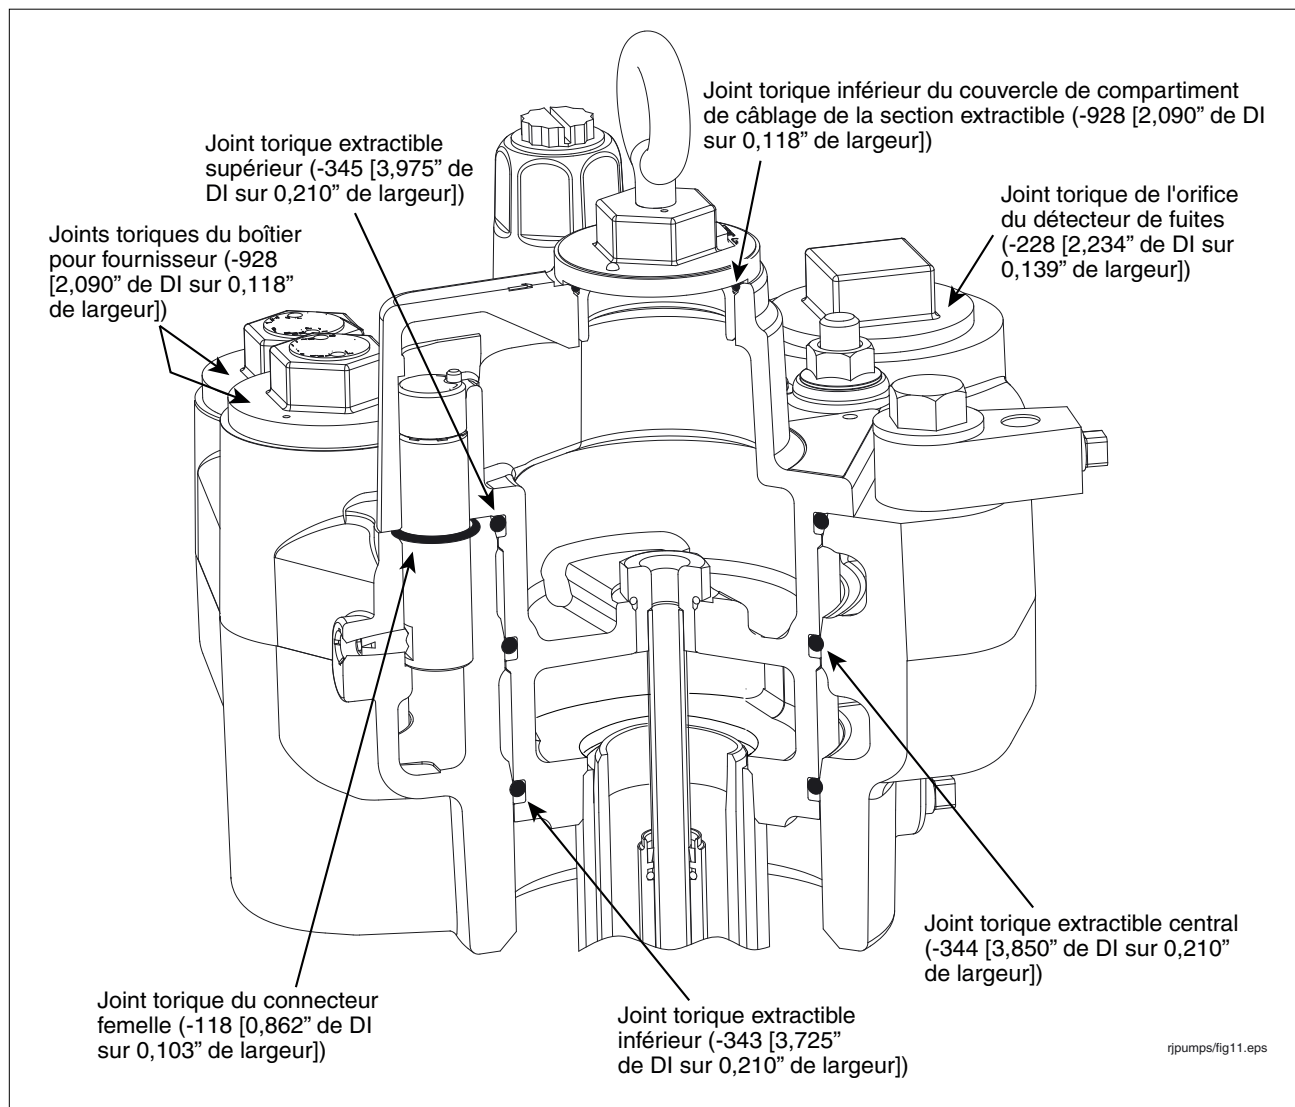

Figure 47. Localisation des joints toriques du collecteur et de la garniture d'étanchéité
- Prenez les trois joints toriques extractibles (3,975" de DI sur 0,210" de largeur [supérieur], 3,850" de DI x 0,210" de largeur [central] et 3,725" de DI sur 0,210" de largeur [inférieur]) du kit de matériel et d'étanchéité. Les trois joints toriques ont pratiquement la même taille. Veillez à bien les différencier avant de les remplacer dans la section extractible. Lubrifiez chaque joint torique avec de la gelée au pétrole, puis installez-les dans les rainures correspondantes dans la section extractible (voir la Figure 47).
- Retirez le joint torique du connecteur femelle du collecteur (voir la Figure 47). Prenez un joint torique de 0,862" de DI sur 0,103" de largeur dans le kit et lubrifiez-le avec de la gelée au pétrole. Faites glisser le joint torique sur le connecteur femelle et poussez-le vers le bas dans sa rainure.
17. Prenez les trois joints toriques extractibles (3,975" de DI sur 0,210" de largeur [supérieur], 3,850" de DI x 0,210" de largeur [central] et 3,725" de DI sur 0,210" de largeur [inférieur]) du kit de matériel et d'étanchéité. Les trois joints toriques ont pratiquement la même taille. Veillez à bien les différencier avant de les remplacer dans la section extractible. Lubrifiez chaque joint torique avec de la gelée au pétrole, puis installez-les dans les rainures correspondantes dans la section extractible, voir la Figure 47 on page 55.